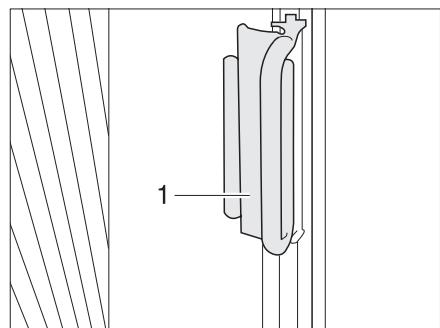

Fig. 15 Impugnatura della tendina oscurante pieghevole del parabrezza
- Spingere le tendine oscuranti pieghevoli del parabrezza sotto le coperture sui montanti A afferrando le impugnature (Fig. 15,1) ed inserire l'impugnatura sotto la copertura. La tendina oscurante pieghevole è ora bloccata.